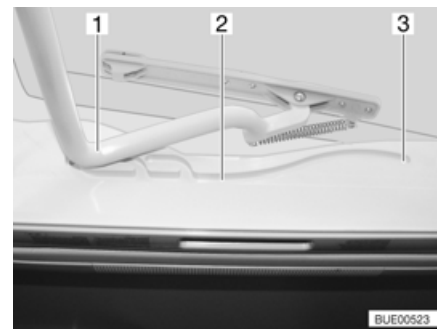

Fig. 108 Lanterneau Heki, glissière
- Tirer l'étrier (Fig. 108,1) dans les glissières (Fig. 108,2) jusqu'à la position la plus reculée (Fig. 108,3).
- Pousser l'étrier (Fig. 108,1) légèrement vers le haut avec les deux mains.
- Tirer l'étrier dans les glissières (Fig. 108,2) jusqu'à la position souhaitée.